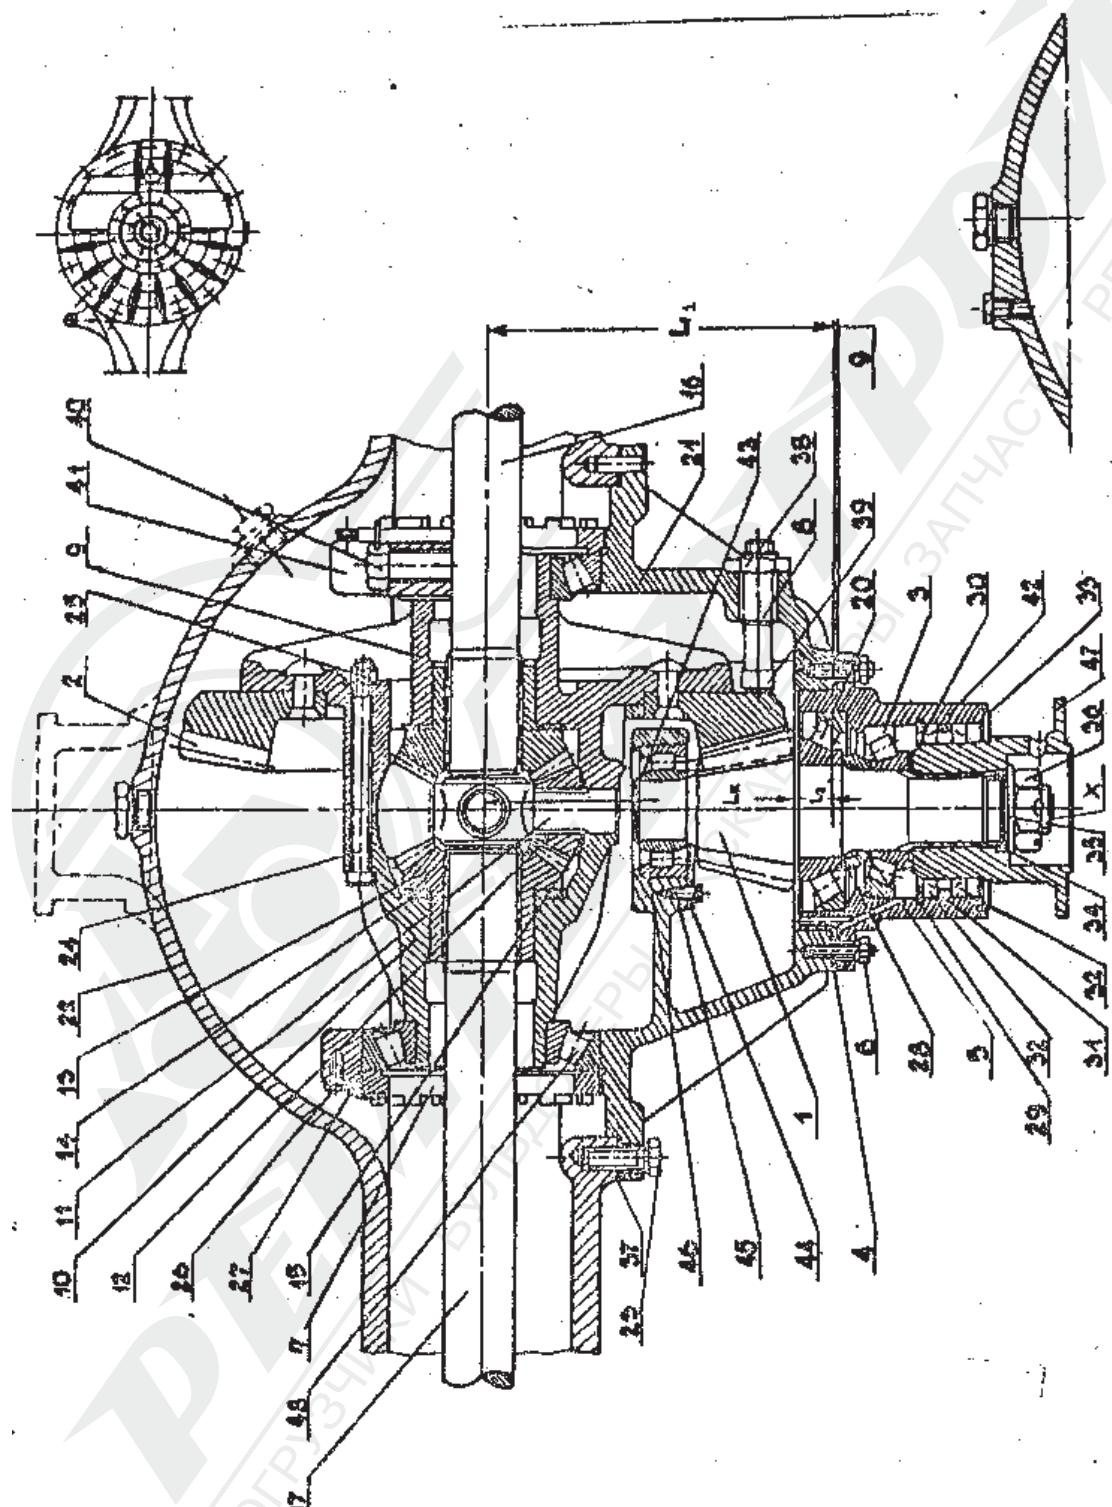

Рис. 4-1. Главная передача с дифференциальным механизмом.
4.1.3. Главная передача /рис. 4-1/
4.1.4. Дифференциальный механизм /рис. 4-1/
4.1.5. Приводные полуоси /рис. 4-1 и 4-2/
Описание рис. 4-1.